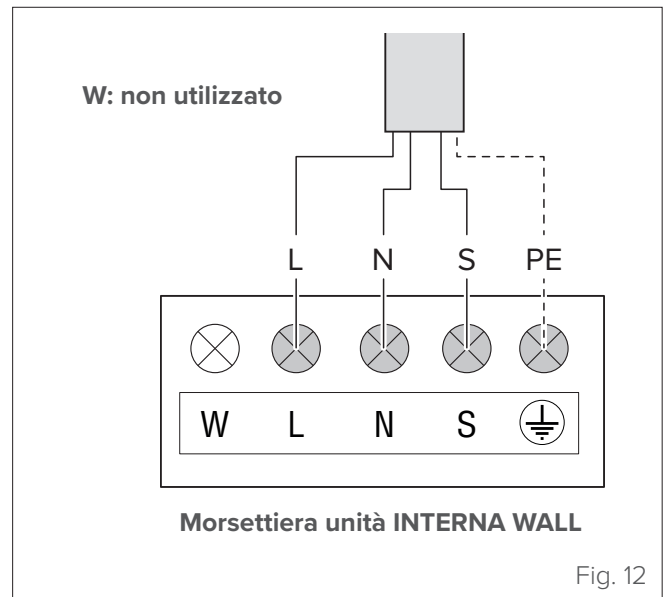

Fig. 12
- morsettiere unità interna modello WALL ("Fig. 12")